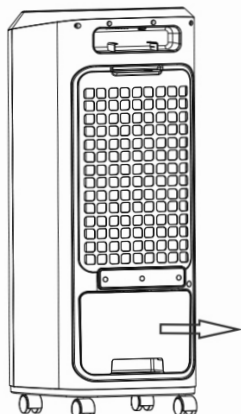

Figura 1
1. Estrarre il serbatoio dell'acqua come indicato in Figura 1